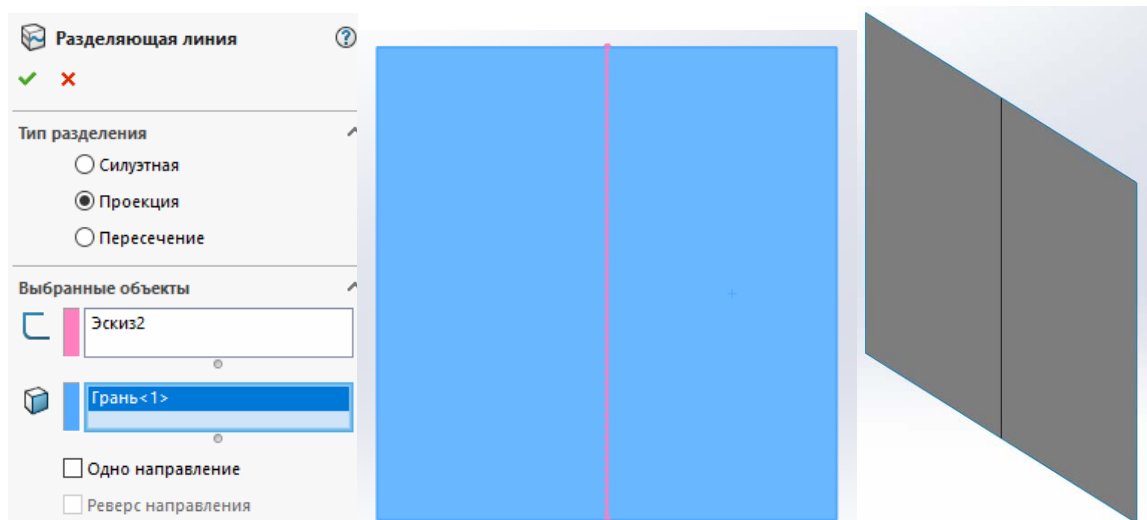

Рис. 4.113
- активувавши поле *Разделить грани*, вибираємо пластину (рис. 4.113).